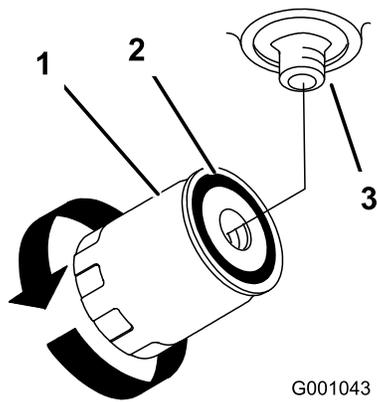

Figura 76
4. Remova o filtro de óleo antigo e limpe a superfície de vedação do adaptador do filtro (Figura 76).
7. Rode o filtro de óleo hidráulico no sentido dos ponteiros do relógio até que a junta de borracha toque no adaptador do filtro e, em seguida, aperte o filtro mais 1/2 volta (Figura 76).